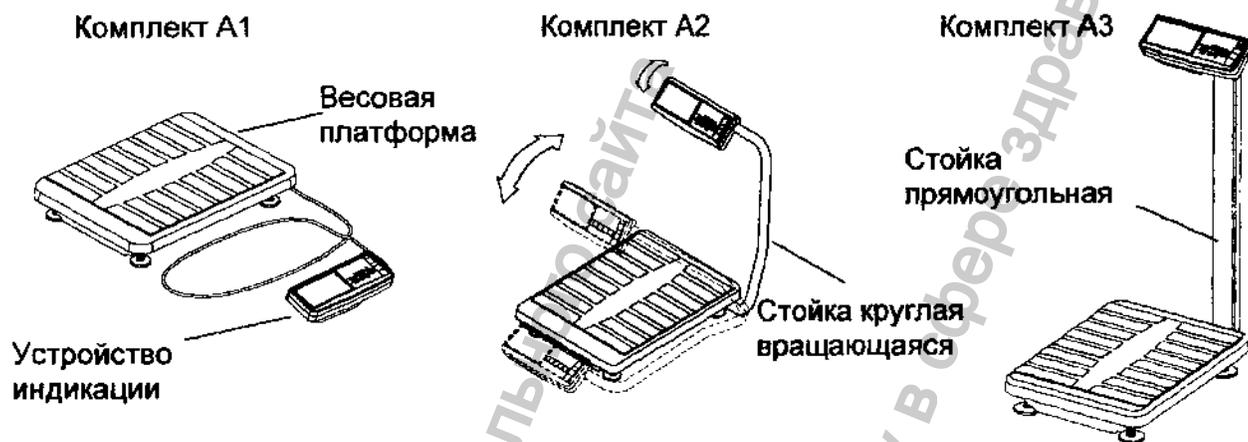

Рисунок 5.1 - Внешний вид весов
5.1 Весы состоят из весовой платформы и устройства индикации. В зависимости от способа установки устройства индикации весы поставляются в следующих комплектах (рисунок 5.1):
- вращая стойку (рисунок 5.1) установить ее в удобное для работы положение и зафиксировать, плотно затянув винты в кронштейнах основания (восемь винтов). На входе в стойку оставить припуск кабеля длиной 20+30 мм;